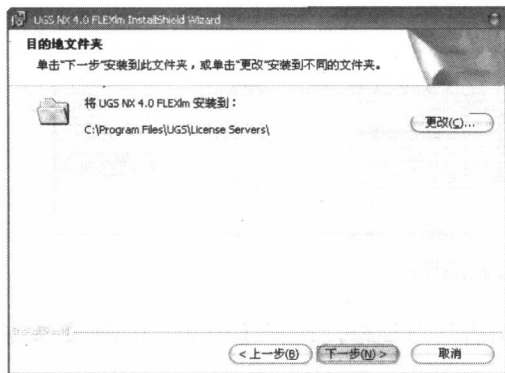

图 1-5 指定安装路径
(6) 如图 1-5 所示, 指定安装路径, 如果需要更改路径, 单击【更改】选项, 指定安